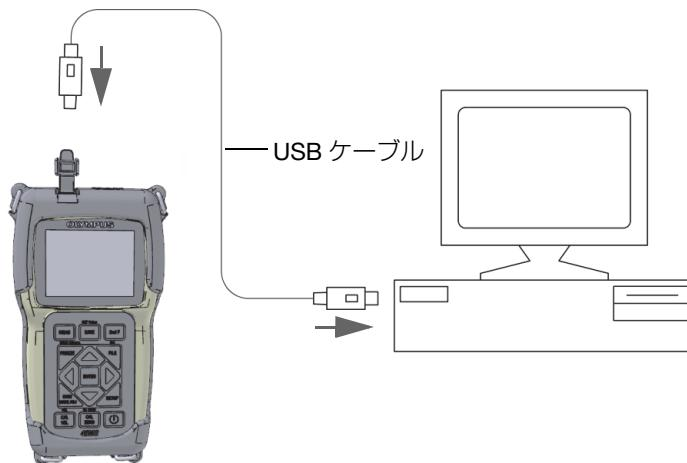

図 11-1 45MG とコンピューターの接続
4. USB ケーブルの一端を 45MG の I/O ドアの下にある USB クライアントコネクターに接続し、もう一方の端をコンピューターの USB ポートに接続します (192 ページの図 11-1 を参照)。